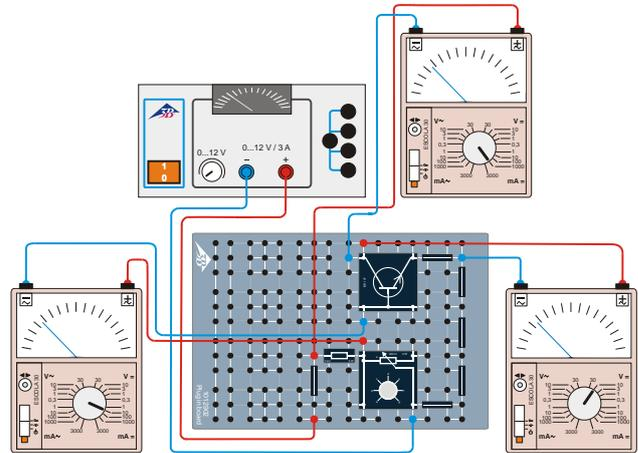

Fig. 4: Esquema del cableado para registrar la línea característica de control.
- Se monta el circuito de acuerdo con la Fig. 4. Los tres multímetros analógicos conectados sirven para el control de la tensión colector-emisor U_{CE} así como para la medición de la intensidad de la corriente de base I_B y la intensidad de la corriente de colector I_C .